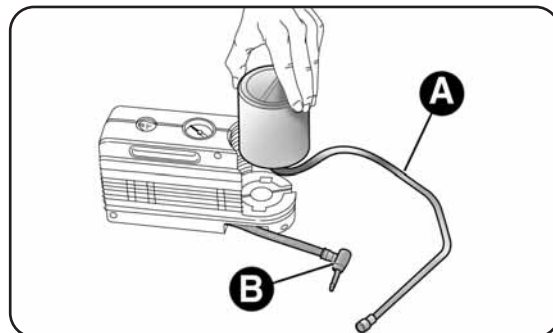

fig. 129
- débrancher le raccord A-fig. 129 et débrancher le tube B ;